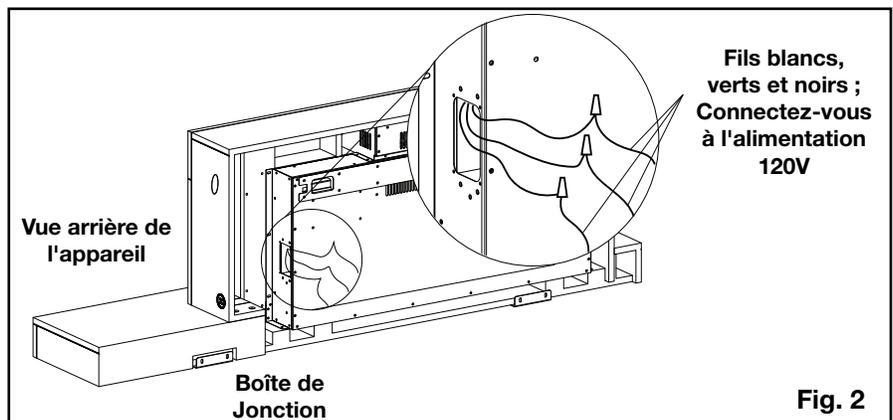

Fig. 2
- Retirez les connecteurs de fils du cordon d'alimentation (**Fig. 2**). Le cordon d'alimentation peut être jeté.